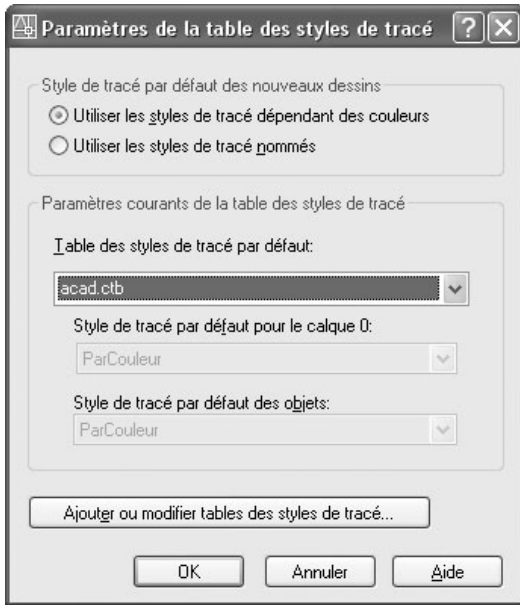

Fig.23.3
- 3 Sous **Style de tracé par défaut des nouveaux dessins** (Default Plot Style Behavior for New Drawings), indiquer le mode de style de tracé à utiliser en sélectionnant l'une des options suivantes (fig.23.3) :